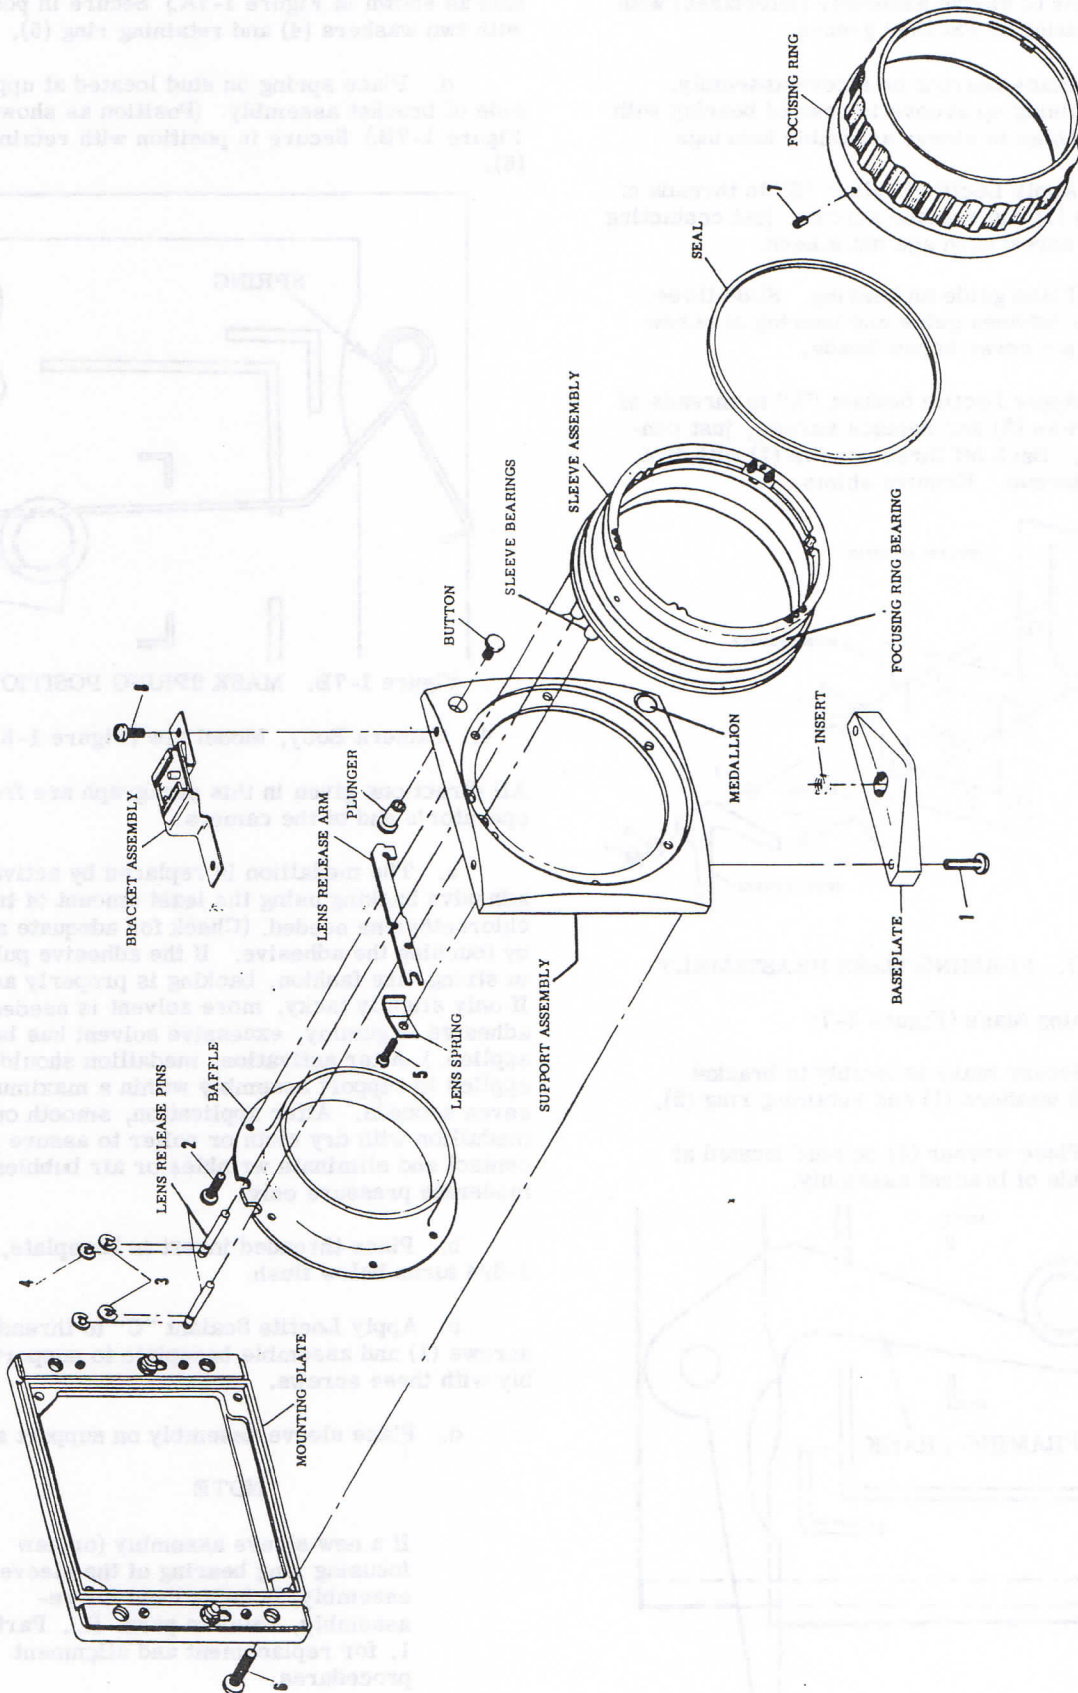

Figure 1-8. MODEL xlw CAMERA BODY REASSEMBLY
4. Camera Body, Model xlw (Figure 1-8)